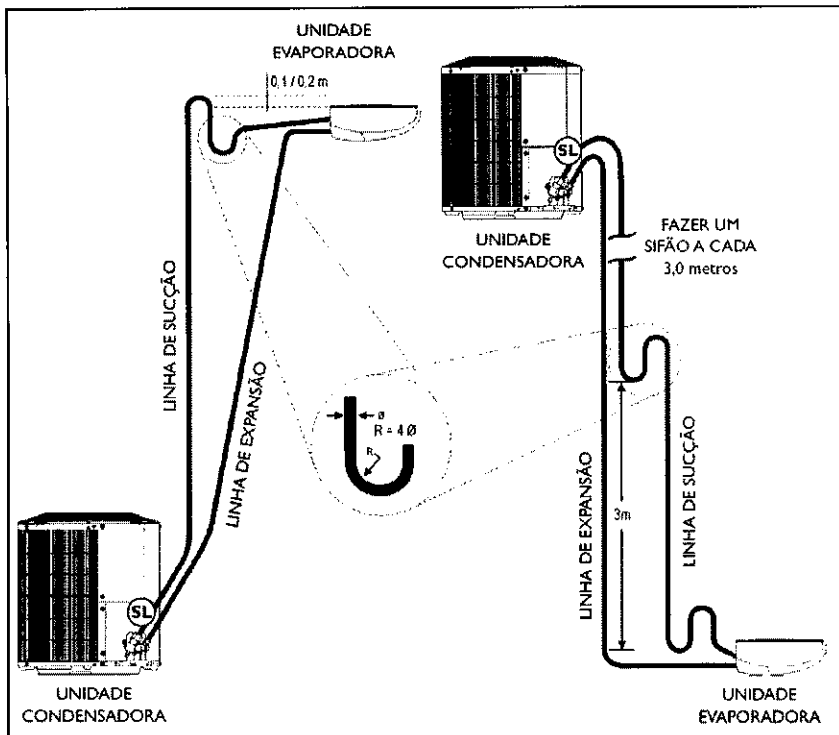

Figura 1 – Instalação de linhas com desníveis superior a 3 (três) metros.
19. Para o caso de instalações entre em que as unidades internas e externas estejam desniveladas por uma altura maior que 3 (três) metros, o instalador deverá instalar sifões, seguindo as recomendações do fabricante. Caso o Manual de Instalação do fabricante seja omissivo, as recomendações da Figura 1 deverá ser seguida.